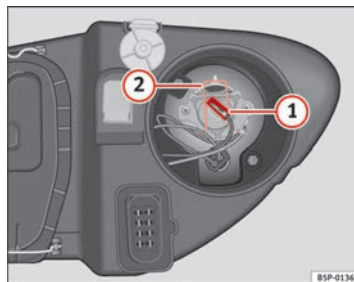

Abb. 191 Fernlicht
- Ziehen Sie den Stecker \Rightarrow Abb. 191 ① von der Lampe ab.
- Die Haltefeder \Rightarrow Abb. 191 ② durch Eindrücken und Rechtsdrehung abnehmen.